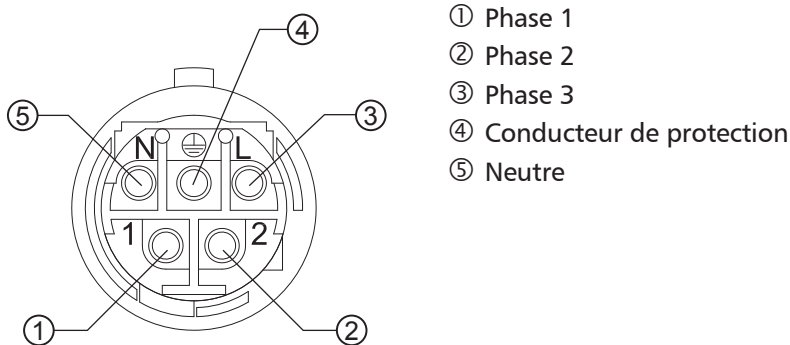

Fig. 9: Affectation des bornes du connecteur AC
- Confectionnez le connecteur AC livré comme spécifié dans la Fig. 9 et à partir de la p. 123.